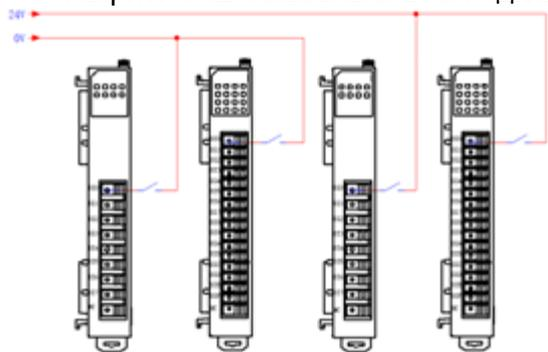

Рисунок 4-12. Схема подключения модуля SM210802/SM210H04
- На рис. 4-12 показана схема подключения модуля SM210802/SM210H04.